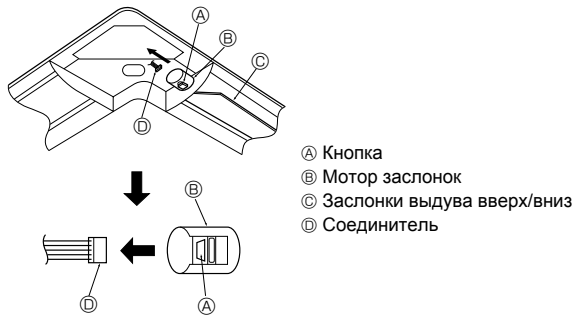

Fig. 9-11
9.7. Блокировка направления воздушного потока вверх/вниз (Fig. 9-11)